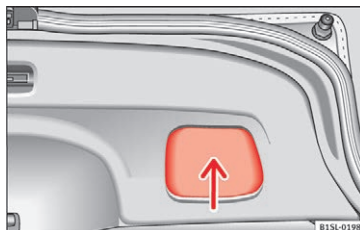

Fig. 6 Åben bagklap: greb til at lukke bagklappen med
- Tag fat i grebet i bagklappens indvendige beklædning » **Fig. 6** (pil).